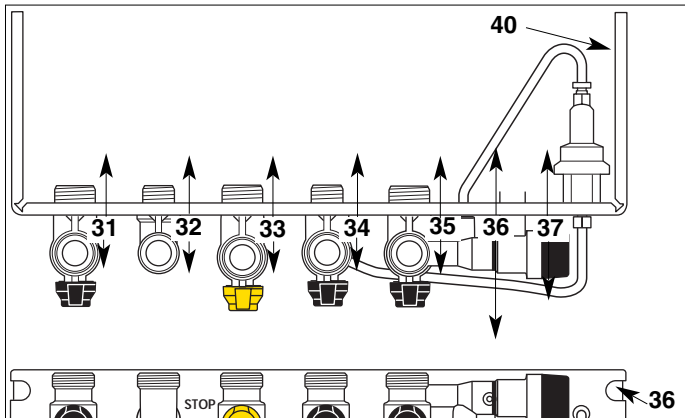

Fig. 22 - vues de dessus et de face
Barrette robinetterie (Fig. 22)
3. Ouvrez l'arrivée du gaz en tournant le robinet gaz "33" (Fig. 22, page 20), sur la position «  ».
- Coupez l'arrivée du gaz en tournant le robinet "33" (Fig. 22, page 20), sur la position «STOP».